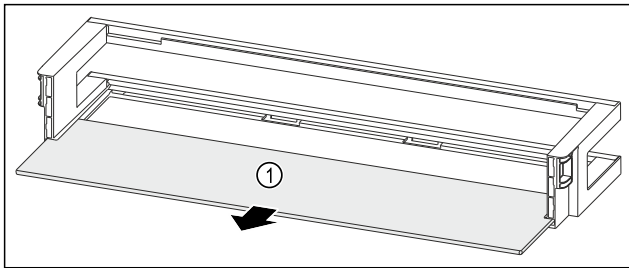

Fig. 63 Türabsteller mit Abstellfläche
- Abstellfläche Fig. 63 (1) entnehmen.